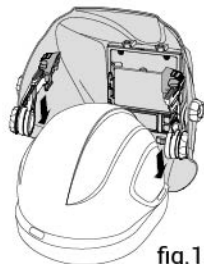

fig.15
- Far scorrere i gancetti dell'adattatore nelle scanalature situate su ciascun lato del casco (vedere fig. 15).